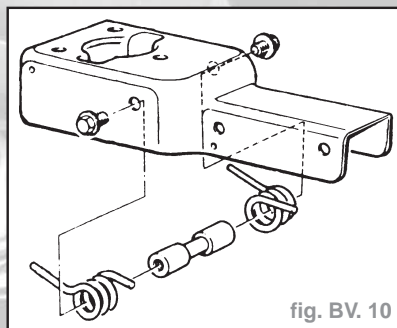

fig. BV. 10
- Déposer les deux vis et retirer les deux ressorts de tension du levier de commande de vitesses et l'arbre central de la moitié supérieure du carter (fig. BV. 10).